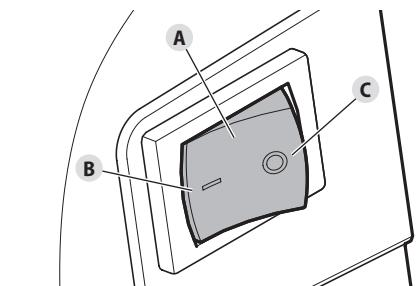

Fig. 11
REMARQUE : il n'est pas nécessaire de démarrer l'appareil. L'interrupteur de marche/arrêt (Fig. 11-A) est constamment en position de **Marche (I)** (Fig. 11-B).
- Appuyez sur l'interrupteur de marche/arrêt (Fig. 11-A) et maintenez-le enfoncé en position **d'Arrêt (O)** (Fig. 11-C) jusqu'à ce que le moteur s'arrête complètement.